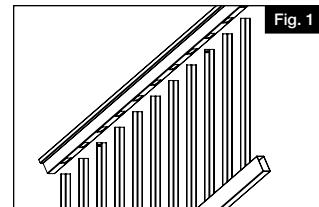

Fig. 1
- a. Assembler la section de rampe en insérant les barreaux dans les traverses (Fig. 1). Les languettes de blocage des barreaux doivent être orientées vers la rive extérieure des trous percés dans les traverses.